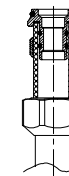
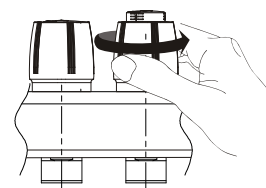
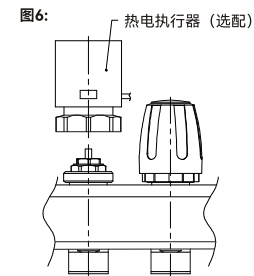

图4:
图6:
图7:
- ⑦、管材插到到位后，将螺帽上推，用专用扳手，旋拧螺帽，直至拧紧；（图4）
- ⑧、系统安装完毕后应进行严格打压试验，压力不低于0.6-0.8MPa；
- ⑨、6353对流量计取出配套固定套进行进水支路流量预调节(图7)，回水流量也可选配热电执行器进行智能调节流量；（图6）
- ⑪、6355用手旋转手轮调节到指定刻度达到进水所需流量，回水流量可选配热电执行器进去智能调节(图6)